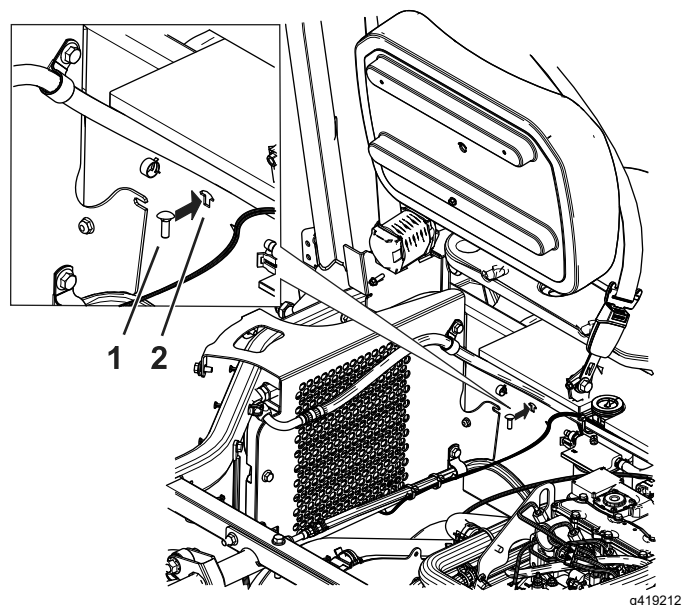

Figura 46
13. Per le macchine alimentate a benzina, installate il bullone a testa tonda ($\frac{1}{4}$ " x $\frac{3}{4}$ ") e un dado di bloccaggio ($\frac{1}{4}$ ") sulla macchina utilizzando il ritaglio per il bullone a testa tonda (Figura 46).